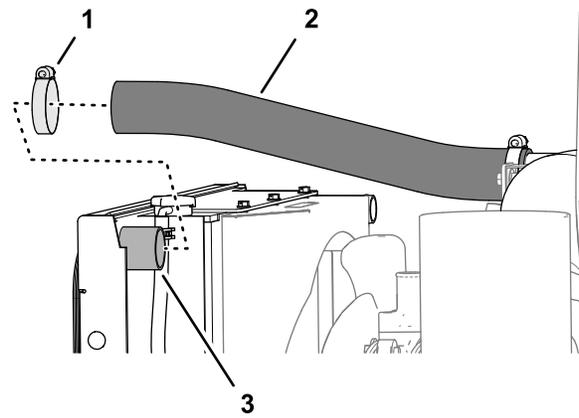

Bild 40
- Befestigen Sie das freie Ende der Luft-Ansaugleitung über dem Ablauf an der Oberseite des Kühlers (Bild 40).
- Befestigen Sie den Schlauch mit einer Schlauchklemme (Bild 40), die Sie in 5 Entfernen der Kühlerschläuche (Seite 8) entfernt haben.